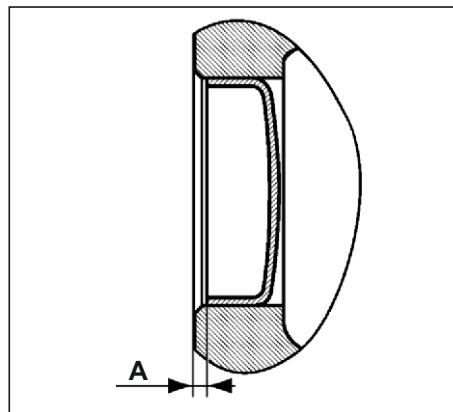

Рис. 38. Установка заглушки.
7. Проверить размер посадки заглушки ("А" = $2 \pm 0,5$ мм) (см. Рис. 38).